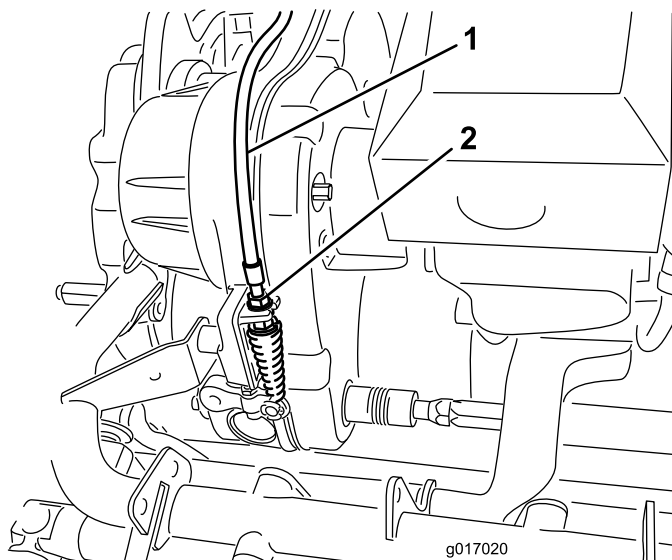

Figura 47
- En el soporte de la transmisión, ajuste el cable de control del molinete (Figura 47), para obtener una longitud de 2,78–2,85 pulgadas (70,6–72,4 mm).